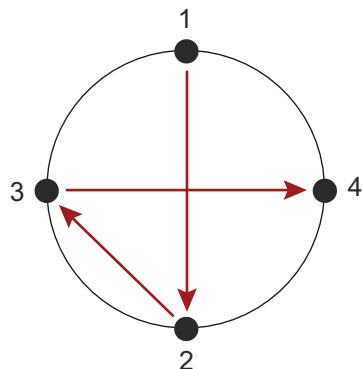

Imagen 1
4. Utilizando el relleno adecuado, soldar por puntos la placa de soldar al depósito en las posiciones 1 y 2 desde el interior del depósito como se muestra (Imagen 1). Asegúrese de que la placa de soldar está nivelada; ajústela si es necesario y, a continuación, suéldela por puntos en las posiciones 3 y 4. Asegúrese de enfriar el área de soldadura con aire comprimido entre cada punto y el siguiente.